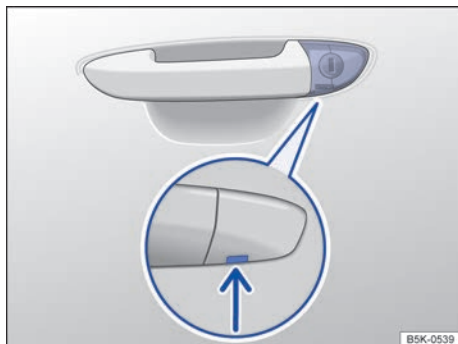

Fig. 53 Maçaneta da porta do condutor: cilindro da fechadura coberto.
- Inserir a haste da chave por baixo na abertura da capa de cobertura → Fig. 53 (seta).